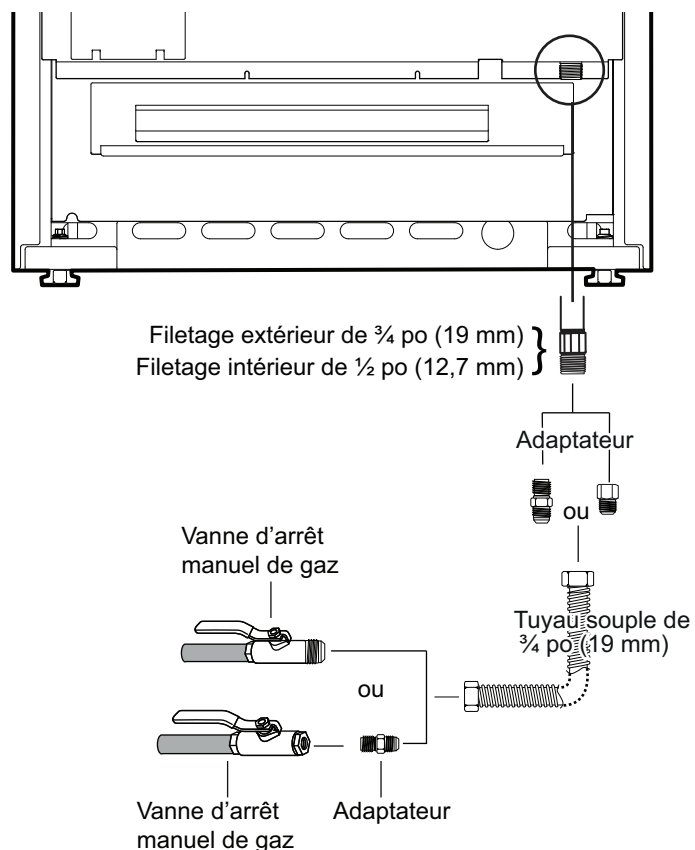

Figure 16 : Raccordement à l'approvisionnement de gaz
2. Utilisez un tuyau à gaz souple de ¾ po (19 mm) entre l'approvisionnement en gaz et le tuyau d'arrivée de l'appareil. Le filetage externe du tuyau d'arrivée de gaz de l'appareil est de type NPT ¾ po (19 mm) et le filetage interne est de type NPT ½ po (13 mm) (voir Figure 16).